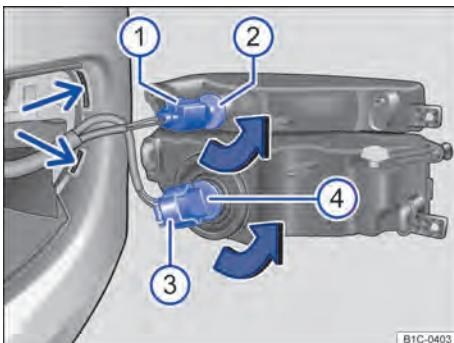

Fig. 180 Substituir a lâmpada incandescente do farol.
- | | Lanterna dianteira dos indicadores de direção ⇒ Fig. 180 2 | Farol de neblina / farol direcional 4 |
| 5. | Rebater o farol um pouco para frente e removê-lo do alojamento lateral ⇒ Fig. 180 (setas pequenas). | |
Lanterna dianteira dos indicadores de direção ⇒ Fig. 180 ②	Farol de neblina / farol direcional ④
7.	Girar o suporte da lâmpada ② no sentido da seta para a esquerda até o batente e, com a lâmpada incandescente, retirar para trás.	Girar o suporte da lâmpada ④ no sentido da seta para a esquerda até o batente e, com a lâmpada incandescente, retirar para trás.
10.	Encaixar o conector ① no suporte da lâmpada ②. O conector precisa encaixar audivelmente.	Encaixar o conector ③ no suporte da lâmpada ④. O conector precisa encaixar audivelmente.
11.	Encaixar o farol no alojamento ⇒ Fig. 180 (setas pequenas) e rebater para trás.